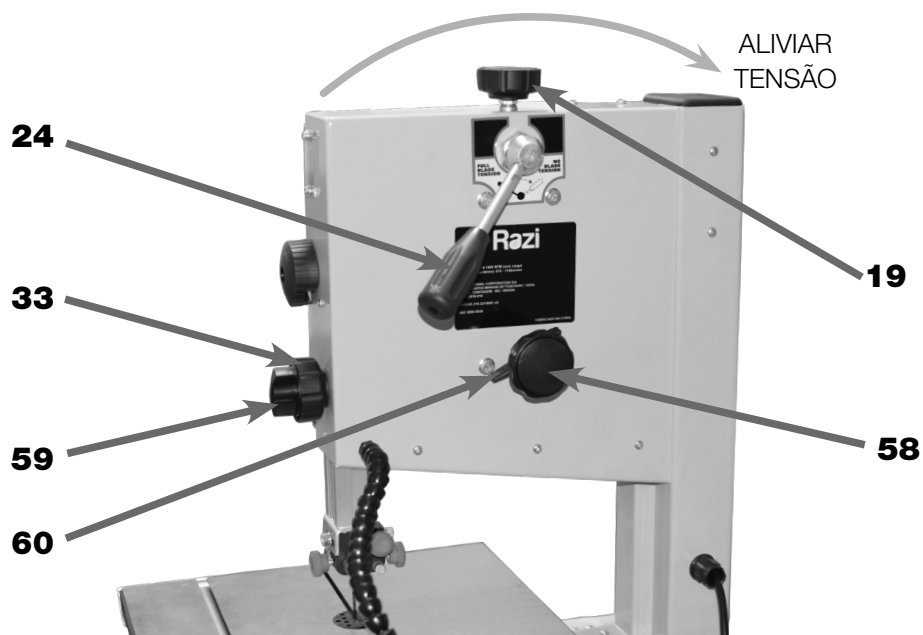

FIGURA 28 – Alavanca Tensionadora
8. GIRAR a Alavanca Tensionadora (24) para DIREITA no sentido de aliviar a tensão da Lâmina de Serra de Fita (02) (figura 28);
9. REMOVER a Lâmina de Serra de Fita (02) antiga;
13. FECHAR a Porta Inferior (21);
14. ENCAIXAR a Palheta de Segurança (12) na Chave LIGA/DESLIGA (11);
15. CONECTAR o Plugue de Alimentação (31) na Rede Elétrica do usuário;
16. LIGAR a máquina pela Chave LIGA/DESLIGA (11);
17. SOLTAR a Porca Trava (60) que fixa o Manípulo de Ajuste da Cambagem (58) (figura 28);
3. ABRIR a Porta Superior (22);
4. MANTER a Alavanca Tensionadora (24) posicionada na ESQUERDA, conforme figura 28;
5. GIRAR o Manípulo Tensionador (19) no sentido ANTI-HORÁRIO para aliviar a tensão;